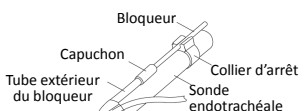

Fig.7
5. Coucher le patient sur le côté et vérifier la position du ballonnet du bloqueur par bronchoscopie, puis fixer la tige du bloqueur à la sonde endotrachéale à l'aide du collier d'arrêt (Fig.7).
2. Insérer le bloqueur dans le collier d'arrêt sur la sonde endotrachéale (Fig. 7).